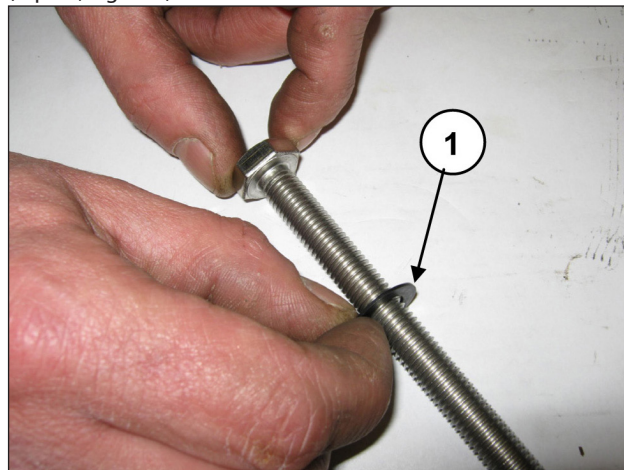

Fig. 157
Enfiler la rondelle Ø10x18x0,9 dans la vis de fixation du piston (rep. ①, Fig. 157).